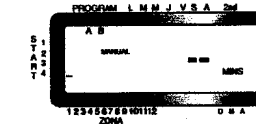

Ilustración 13
- ◆ Oprima la tecla **MANUAL**. Luego oprima **SIGUIENTE** tres veces. La pantalla mostrará un cursor intermitente en la estación 1 junto con -- MINS [Vea la ilustración 13].